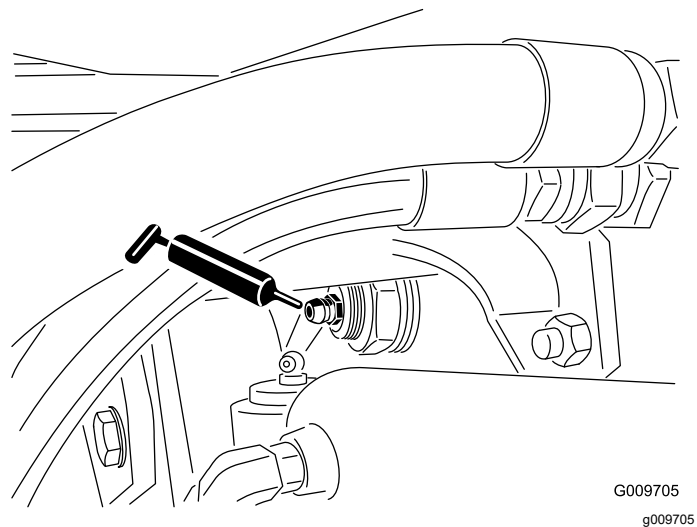

Figure 44
- Bagues de pivot d'essieu arrière (2), comme montré à la Figure 44.